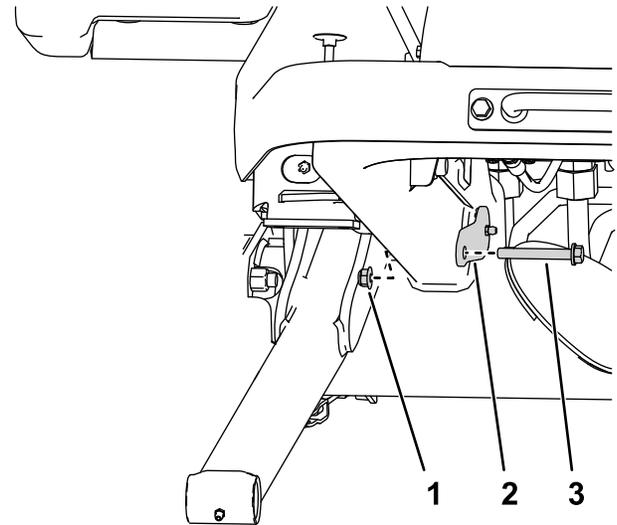

Figure 11
3. Fixez la grande goupille sur le bras de levage à l'aide de deux écrous et boulons, comme montré à la Figure 11.